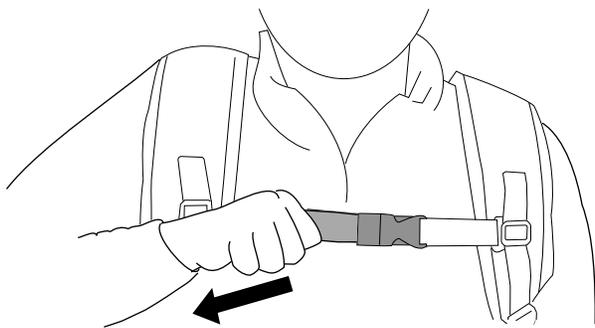

Figure 7
4. Serrez la sangle de poitrine de sorte qu'elle soit bien ajustée (Figure 7).